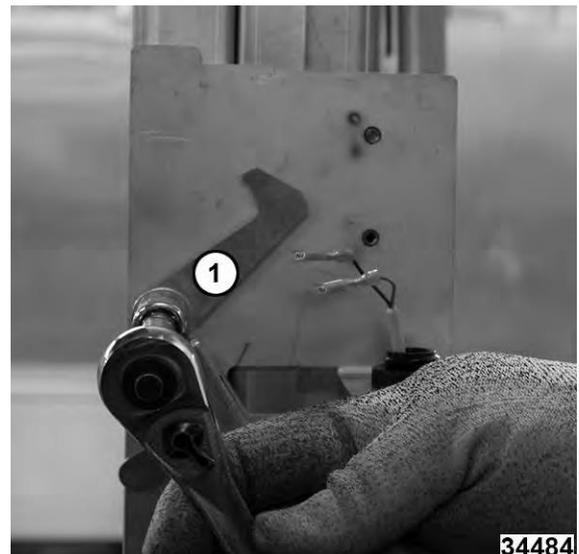

Fig. 79
4. Retire la contratuerca de montaje (1, Fig. 79) y la arandela.